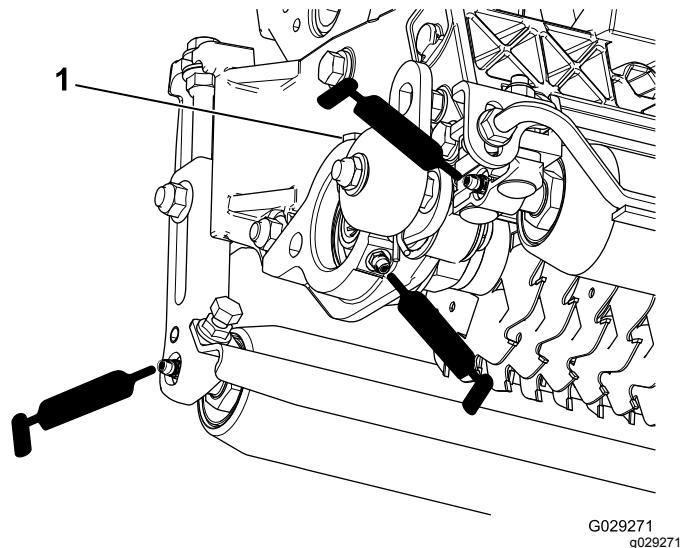

Bild 13
Jeder Vertikutierer hat fünf Schmiernippel (Bild 13), die wöchentlich mit Nr. 2 Schmierfett auf Lithiumbasis eingefettet werden müssen.
2. Tragen Sie Fett auf, bis sauberes Fett aus den Dichtungen der Rolle und dem Überdruckventil des Lagers austritt (Bild 13).